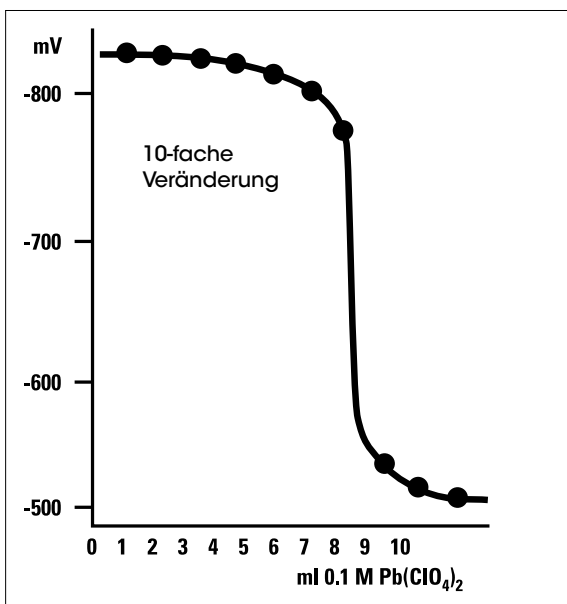

Abbildung 5 – Typische Titration von 25 mL einer 0.03 mol/L Sulfidprobe (vor Verdünnung) mit 0.01 mol/L Pb(ClO₄)₂
2. Führen Sie eine Äquivalenzpunkt titration durch und verwenden Sie hierfür ein EQP-Methodentemplat, das in den Tx Excellence- und G20 Compact-Titratoren gespeichert ist. Der Äquivalenzpunkt der Titration ist der Punkt der grössten Steigung (Wendepunkt). Siehe **Abbildung 5**.